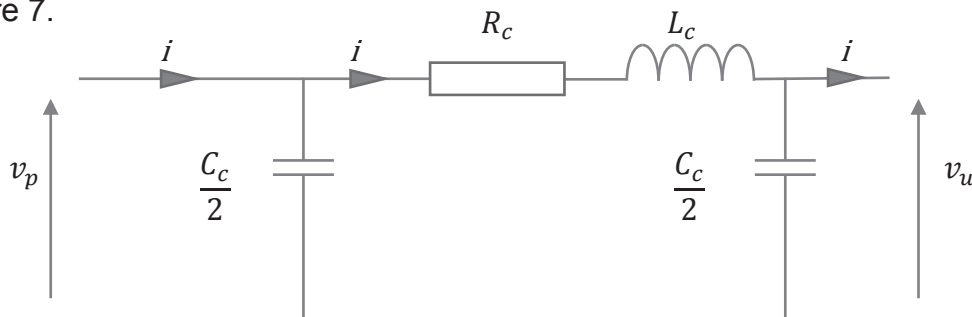

Figure 7 : Schéma équivalent d'un câble
Le modèle équivalent du câble pour une phase équivalente sera celui présenté figure 7.
Dans un second temps, on suppose maintenant le schéma équivalent de la figure 7.
**Q35.** Faire un diagramme de Fresnel représentant la tension  $\underline{V}_u$  et le courant  $\underline{I}_u$  de la figure 7.